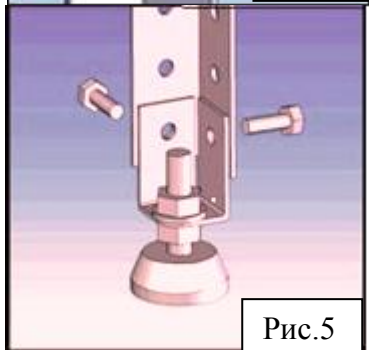

Рис.5
2. В отверстие подпятника, закрепленного согласно схемы сборки на нижний край стойки стеллажа, вставить резьбовую часть регулируемой опоры (рис.5) до касания подпятником шайбы 08. сверху одеть еще одну шайбу 08 и навинтить гайку М08.